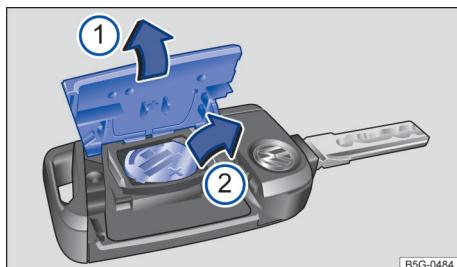

Fig. 60 Chave do veículo: substituir a pilha-botão.
Legenda para Fig. 60:
- Levantar a cobertura → Fig. 60 ① → ①.
- Alavancar a pilha-botão para fora do compartimento da pilha → Fig. 60 ②.
- Pressionar uma pilha-botão nova no compartimento da pilha → ①.
- Pressionar a cobertura na carcaça → Fig. 60 ①.